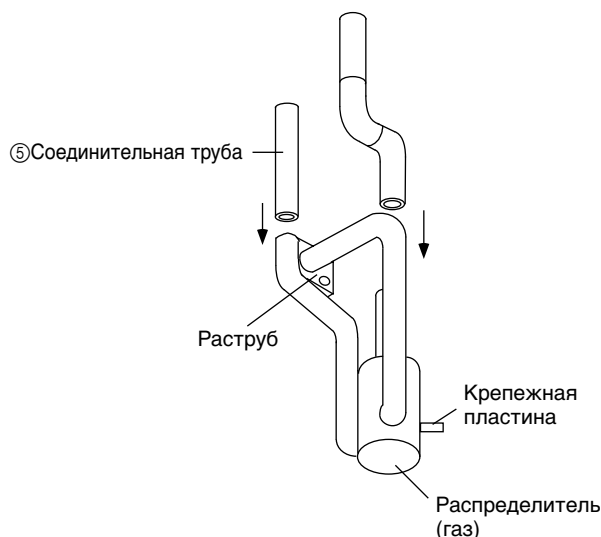

Рис. 5
- (3) Припаяйте соединительную трубу (5) и трубопровод, собранный на этапе (2), к распределителю (газ) извне прибора. Порядок сборки изображен на Рис. 5. При пайке трубопровода охлаждайте припаиваемый участок трубопровода на стороне распределителя при помощи увлажненной тряпки для предотвращения перегрева.